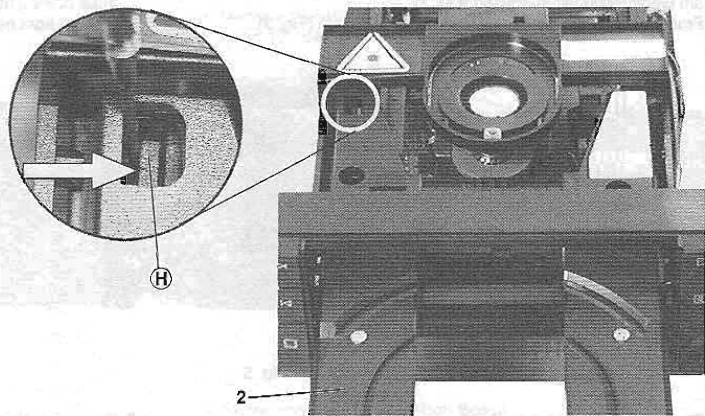

Fig. 11
- Schublade 2 bis zum Anschlag nach vorne schieben (Fig. 11).
- Mit einem kleinen Schraubendreher die Rastung ⑧ (Fig. 11) nach rechts drücken und dadurch austrasten.
- Move the tray 2 to the front stop (Fig. 11).
- Using a small screw driver, push the catch ⑧ to the right to disengage it (Fig. 11).